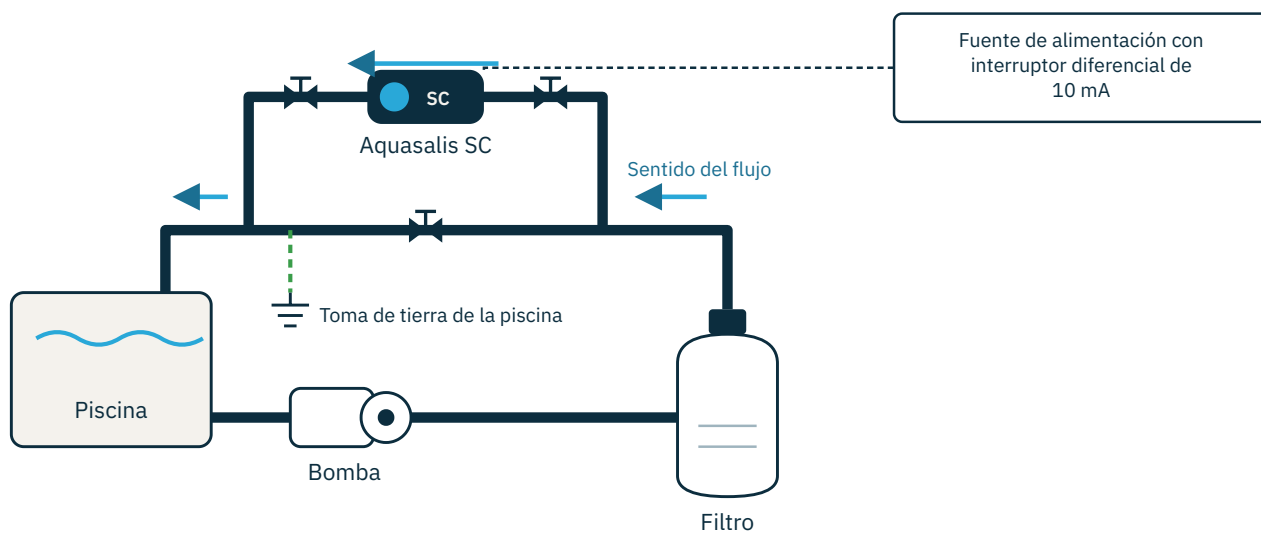
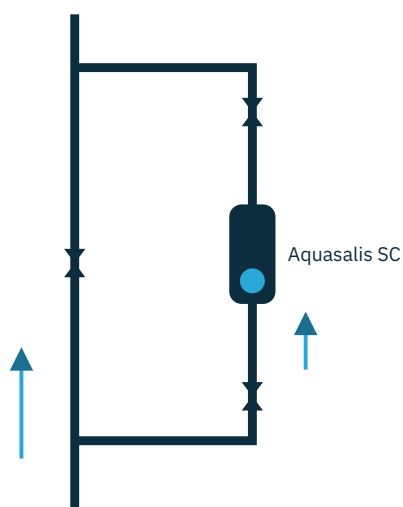

Figura 1 — Instalación horizontal con bypass
Figura 2 — Instalación vertical: el agua circula de abajo hacia arriba
3. La instalación sin bypass es posible si su bomba tiene un caudal inferior a 10 m3/h, pero se recomienda encarecidamente un bypass para poder aislar el circuito hidráulico. Si el caudal de la bomba es superior a 10 m3/h, es obligatorio un bypass con una válvula de regulación en la tubería principal. Instale el aparato en la tubería de retorno que lleva el agua del filtro a las boquillas de impulsión de la piscina, como se muestra en la figura 1 (horizontal) y en la figura 2 (vertical).
8. El aparato puede instalarse en posición horizontal (figura 1) o vertical (figura 2). En una instalación vertical, el agua debe circular de abajo hacia arriba.